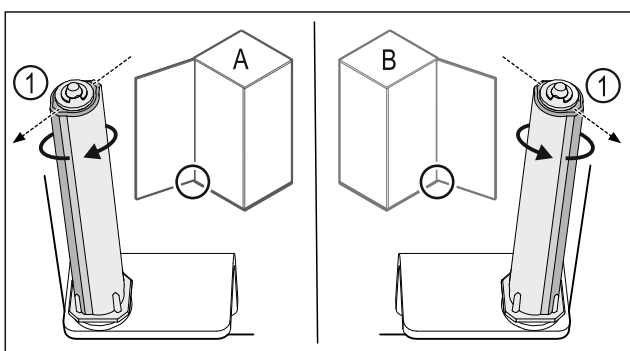

Fig. 34 Venstreanslag (A) / Højreanslag (B)
- Drej lukkesystemet mod modstanden, indtil lukkesystemets forbindelsesdel Fig. 34 (1) peger udad.